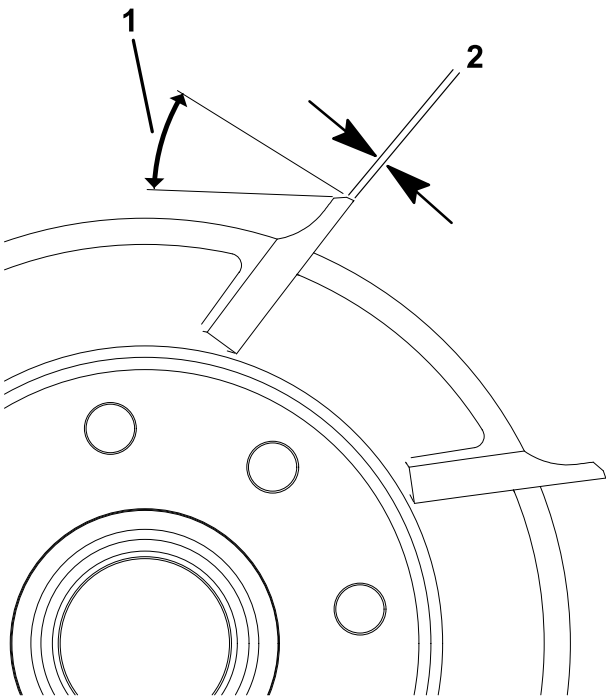

Figura 27
- 1. Afile todas las cuchillas con un rebajo de 30° hasta que la anchura de la superficie de incidencia sea de 0,8 mm (Figura 27).